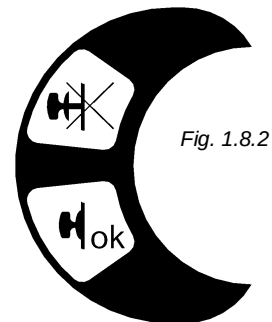

Fig. 1.8.2
- prüfen, daß die weiße Dichtung des Freigabegriffs am Körper der Maschine gehaftet (Abb. 1.8.2).